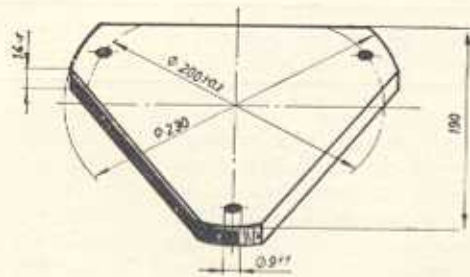
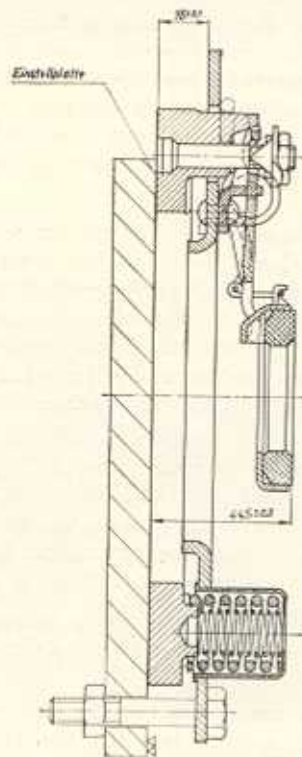

Bild G 1. Vorrichtung zum Entspannen und Einstellen der Kupplung (Maßskizze)
Bild G 2. Einstellmaße der Kupplung LR 10
2. Muß die Kupplung demontiert werden, um Einzelteile auswechseln bzw. nacharbeiten zu können, dann müssen die Kupplungshebel erst von der Kraft der Kupplungsdruckfedern entlastet werden, bevor die Sicherungsbleche abgeschraubt werden können. Das Entlasten der Kupplungshebel kann mit der im Bild G 1 dargestellten Vorrichtung erfolgen.
- Bei der Einstellung einer überholten Kupplung muß mit der in Bild G 1 dargestellten Vorrichtung zuerst der Abstand zwischen Reibfläche und Kupplungsdeckel-Unterseite auf $16 \pm 0,1$ mm eingestellt werden. Danach wird der Abstand zwischen Reibfläche und Ausrückring durch Verdrehen der Sechskantmutter an den Bündelbolzen auf $44,5 \pm 0,2$ mm eingestellt (Bild G 2).